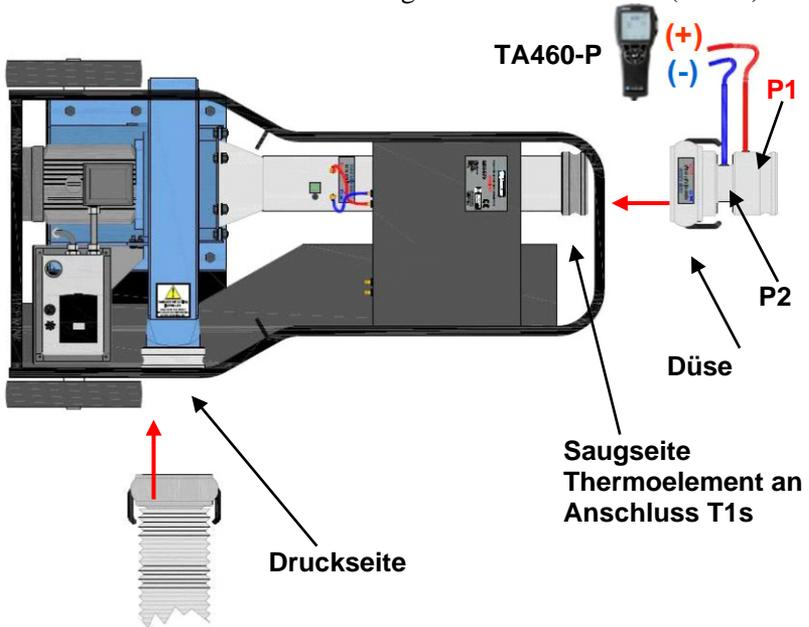

Bild 5
Schließen Sie die Düse auf der Ansaugseite des PANDA an (Bild 5).
1. Schließen Sie den Druckschlauch an (**Bild 1** und **Bild 5**).
2. Das TA460-P (+) und (-) an die Düsenanschlüsse **P1(+)** und **P2(-)** (Bild 5). Sowie das Thermoelement an Anschluss **T1** (Bild 3).
2. Das TA460-P (+) und (-) an die Düsenanschlüsse **P1(+)** und **P2(-)** (Bild 5). Sowie das Thermoelement an Anschluss **T1(3)**.